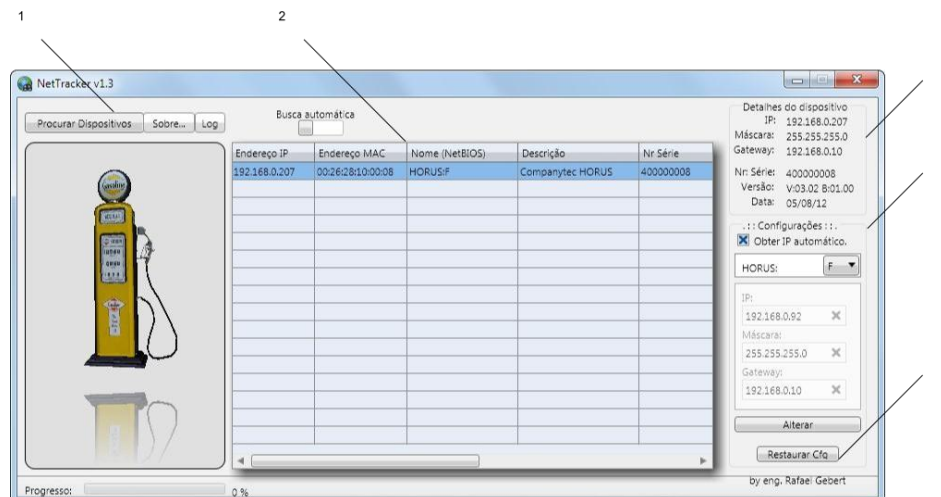

Fig. 12
- No item 4 da fig.12 marque a caixa “Obter IP automático.”.
- No item 4 da fig.12 Informe o IP, a Mascará de Rede e o Gateway conforme o padrão de rede do posto;